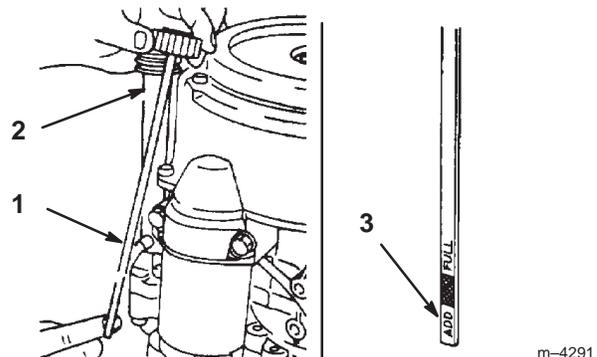

Figure 38
2. Nettoyez la surface autour de la jauge d'huile (Fig. 38) pour éviter que des impuretés ne s'introduisent dans le goulot de remplissage, ce qui risquerait d'endommager le moteur.
3. Dévissez la jauge d'huile et essuyez soigneusement l'extrémité (Fig. 38).
4. Remettez la jauge complètement dans le tube de remplissage sans la visser (Fig. 38). Sortez de nouveau la jauge et examinez l'extrémité. Si le niveau est bas, versez lentement une quantité d'huile suffisante dans le goulot de remplissage pour amener le niveau au repère du plein (FULL).
- Versez lentement environ 80% de la quantité d'huile spécifiée dans le goulot de remplissage (Fig. 38) (voir Changement de l'huile moteur et du filtre, page 36).